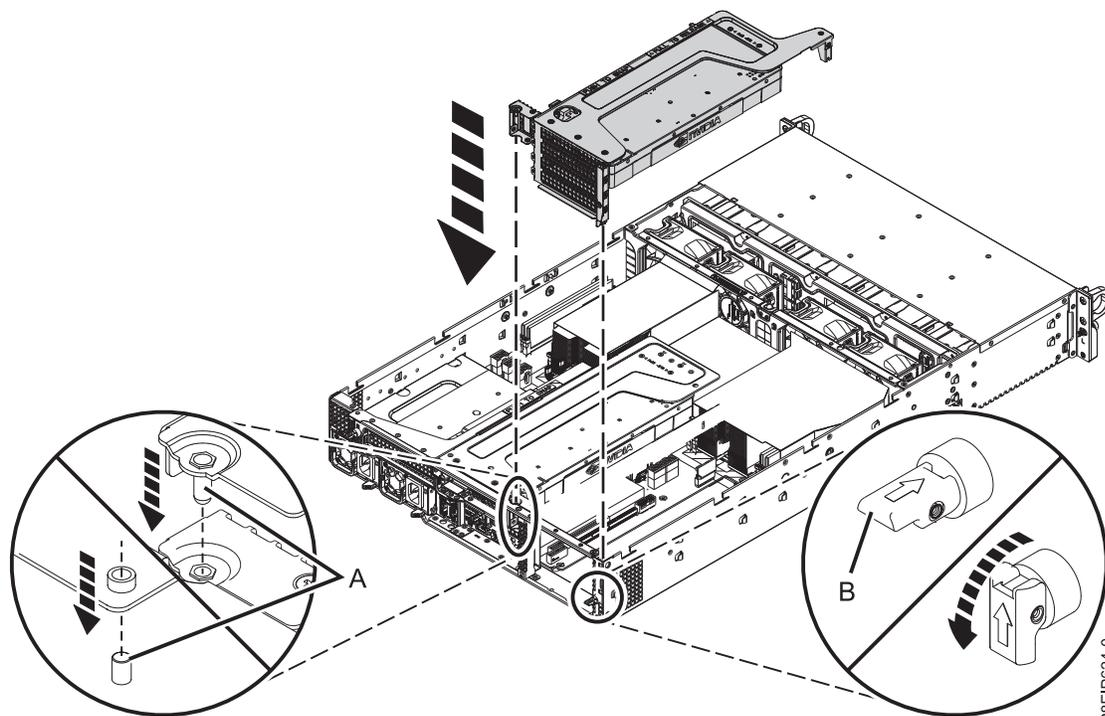

図 58. PCIe アダプター・ライザーの挿入
- f. PCIe ライザーを挿入します ( 51 ページの図 58 を参照)。
- 1) 保持ピン (B) を引っ込めて、矢印がシステムを指すようにします。
- 2) ライザーが正しく挿入されるように、スロットと位置合わせピン (A) を使用して、ライザーを挿入します。ライザーをシステム・バックプレーンにしっかり押し込みます。
- 3) 保持ピン (B) をセットして、ライザーを固定します。